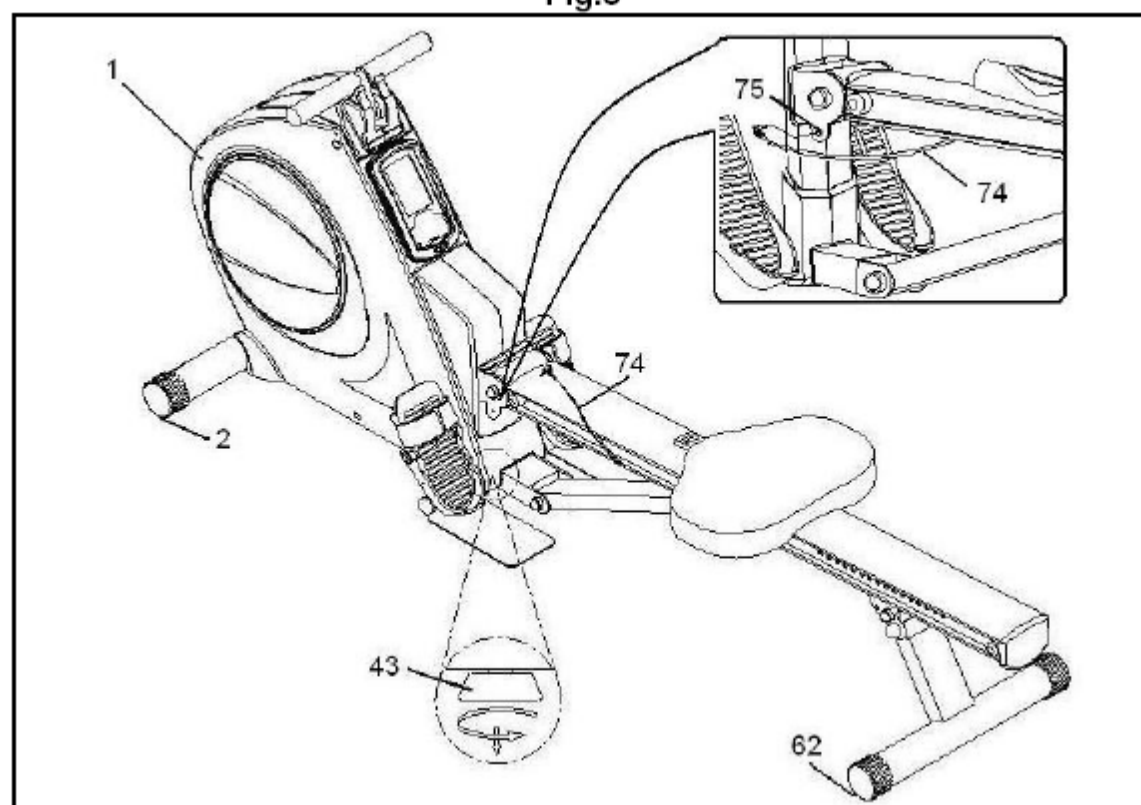

Fig.9
10. Składanie fig.9 :
A. Zablokuj siodełko (68) na prowadnicy (52) fig.G. Wyciągnij blokadę (63) i przechyl podstawę tylną (62) do przodu i ponownie włóż blokadę (63).